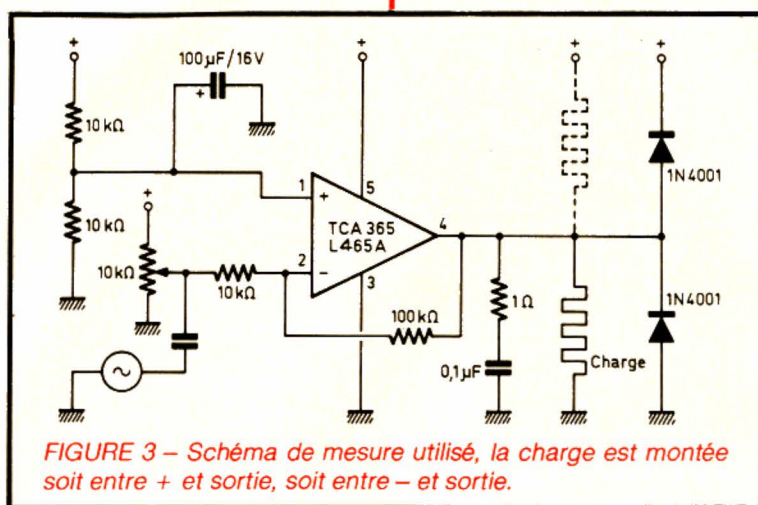

FIGURE 3 – Schéma de mesure utilisé, la charge est montée soit entre + et sortie, soit entre – et sortie.
- des relais de puissance ; dans le cas d'une telle charge inductive, des diodes de protection seront câblées de manière à être polarisées en inverse sur la charge ; ces diodes empêcheront la tension de dépasser la tension d'alimentation d'une valeur supérieure à celle de la tension directe de la diode (fig. 3) ;